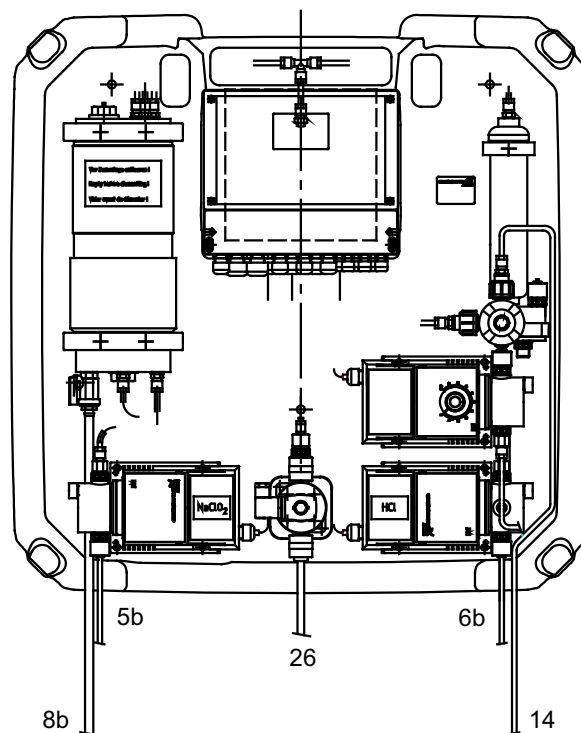
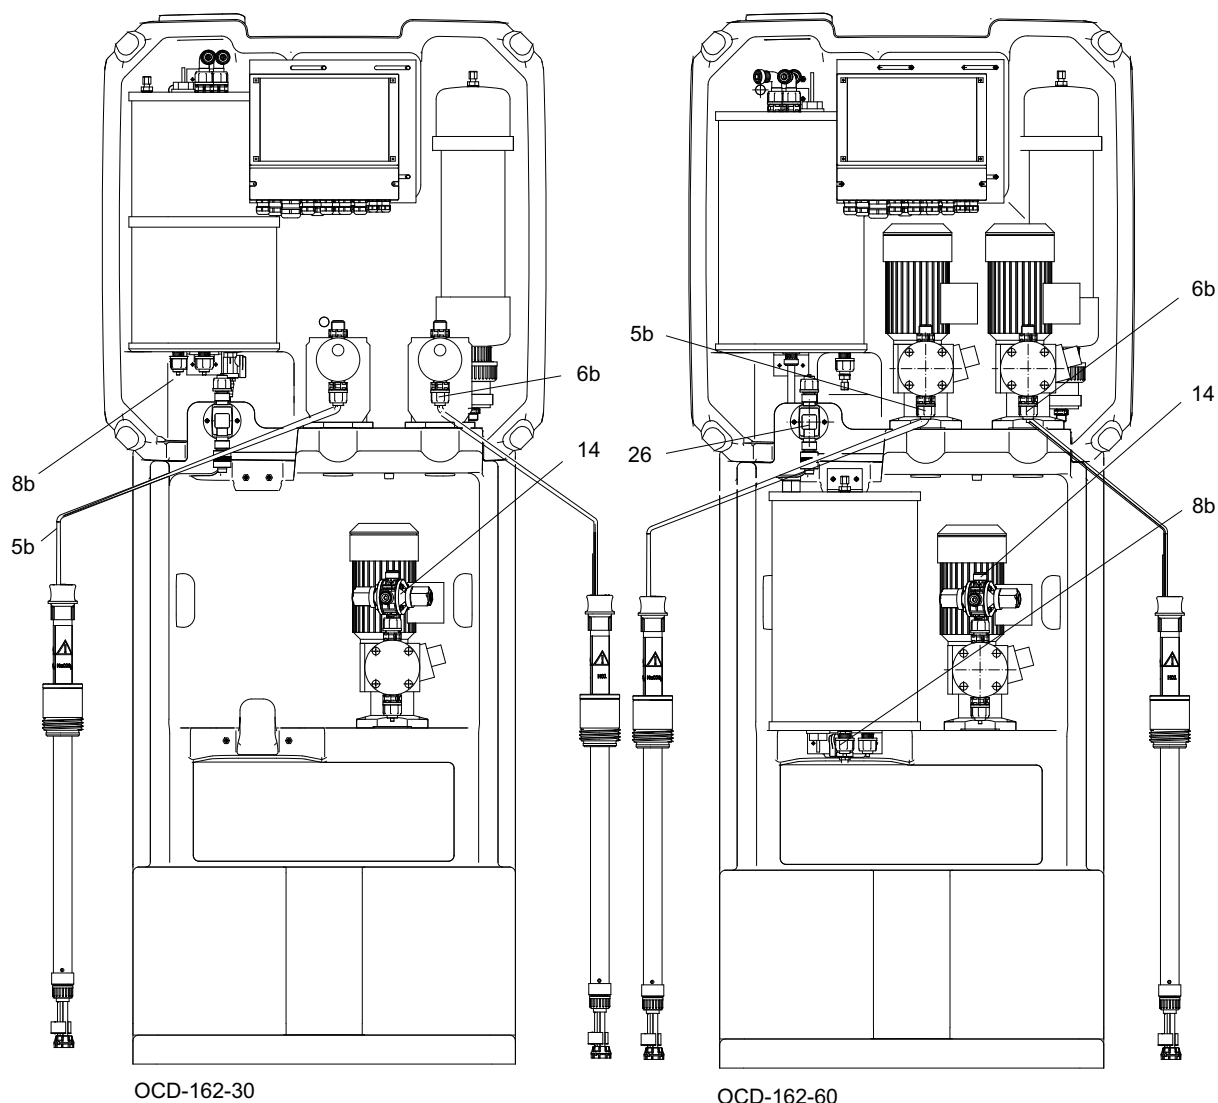

Рис. 5 Гидравлические соединения системы Oxiperm Pro (OCD-162-5, -10)
Рис. 6 Гидравлические соединения системы Oxiperm Pro (OCD-162-30, -60)
- шланг разбавляющей воды на электромагнитном клапане (рис. 5 и рис. 6, поз. 26)
- шланги для обеих всасывающих линий дозирочных насосов (рис. 5, поз. 5b и 6b)
- линия дозирования раствора ClO_2 (между дозирочным насосом для дозирования ClO_2 и инжекционным клапаном на главном трубопроводе или к устройству регулирования расхода в модуле смешивания, или к внешнему дозирочному резервуару). (рис. 5 и рис. 6, поз. 14)
- шланг на выпускном кране резервуара-накопителя (устанавливается только для промывки и вентиляции) (рис. 5, поз. 8b).